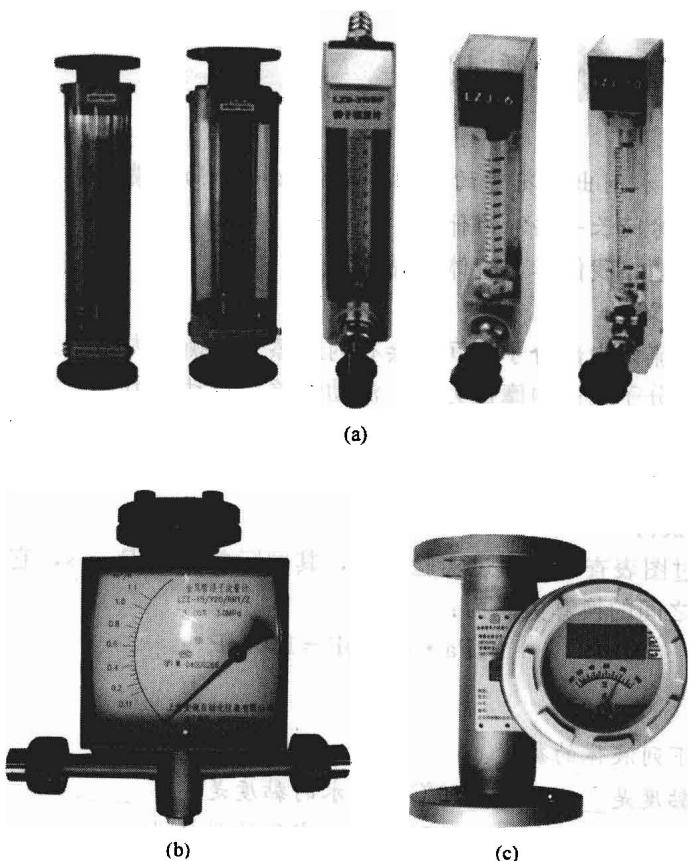

图 1-5 转子流量计
(2) 流体流量的测量 在化工生产过程中，常常需要测量流体的流量。测量流体流量的仪表很多，常用的有转子流量计、孔板流量计、文丘里流量计等。下面分别加以简单介绍。
① 转子流量计 如图 1-5(a) 所示，转子流量计是由一支上粗下细的倒微锥形玻璃管及
目前工业上常见的转子流量计还有如图1-5(b)、(c)所示，可以从仪表盘的指针对应刻度直接读取数据。